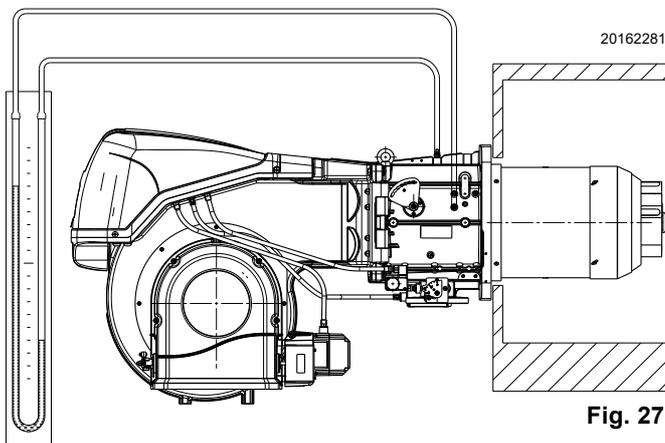

Fig. 27
- Montar un manómetro en U o un manómetro de tipo diferencial (Fig. 27), con toma (+) en la presión del gas del manguito y (-) en la cámara de combustión.